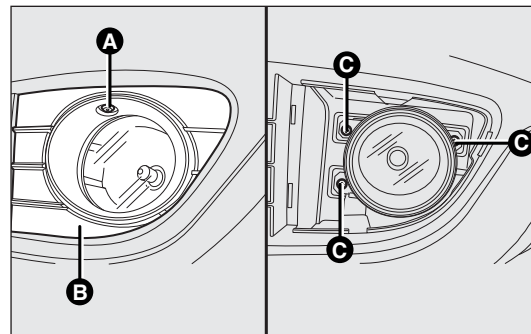

fig. 167
- ☐ quitar el tornillo A-fig. 167 y extraer la mascarilla de protección B;